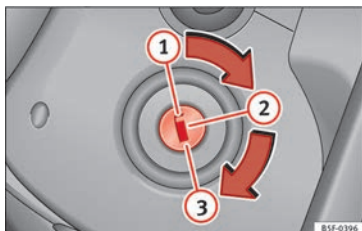

Fig. 145 Posizioni della chiave del veicolo.
- Girare la chiave fino a raggiungere la posizione ① ➤ **fig. 145**.
- Estrarre la chiave di accensione dalla posizione ① ➤ **fig. 145** ➤ ⚠.